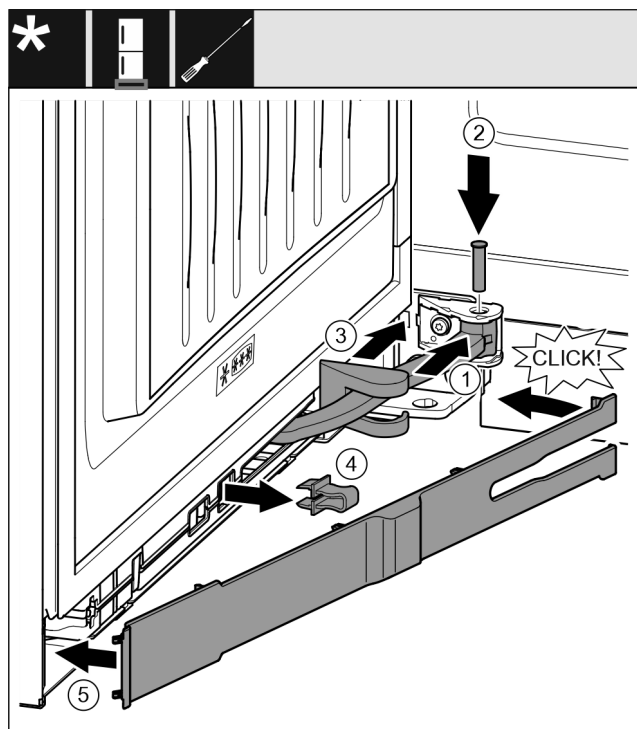

Fig. 68
- ▶ Obrócić przegub Fig. 68 (1) w mocowaniu.
- ▶ Umieścić sworzeń Fig. 68 (2) w mocowaniu i przegubie przy użyciu śrubokręta. Zwrócić przy tym uwagę, aby krzywka zatrzaskowa została prawidłowo umieszczona w rowku.
- ▶ Przesunąć osłonę płytki zawiasu Fig. 68 (3) wzdłuż przegubu i zamontować nad mocowaniem.
- ▶ Zdjąć zabezpieczenie Fig. 68 (4).
- ▶ Założyć zaślepkę Fig. 68 (5) od strony uchwytu i przechylić.